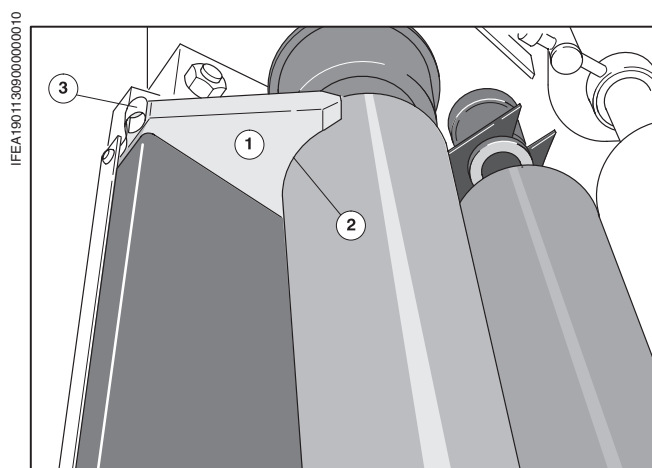

Рис. 68 Щетки красочного ящика
- ❶ Снимите для чистки щетки красочного ящика (Рис. 68/❶); красочный ящик должен быть при этом, отведен от дуктора.
- ❷ С помощью средства для смывки валиков очистите поверхности щечек красочного ящика, контактирующие с дуктором (Рис. 68/❷), и паз в красочном ящике.
- ❶ Вдавите щетки красочного ящика в паз красочного ящика.
При подводе красочного ящика к дуктору щетки красочного ящика зажимаются пружиной (Рис. 68/❸).
- ❷ Откиньте красочный ящик вверх и подведите упор.
- ❸ Упор закрепите винтами с накатной головкой.